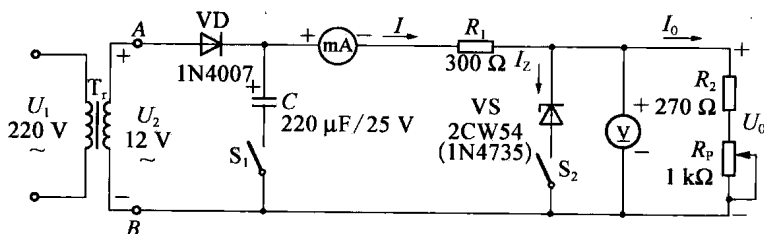
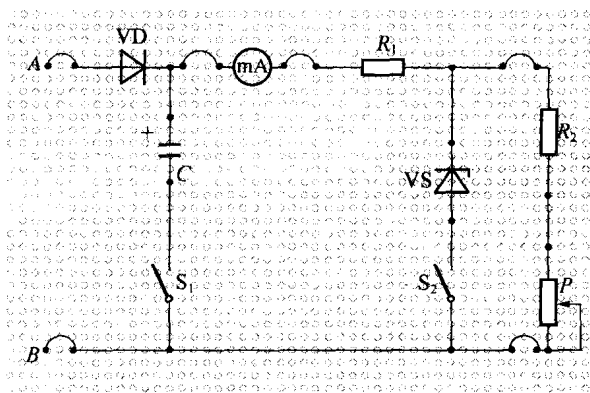
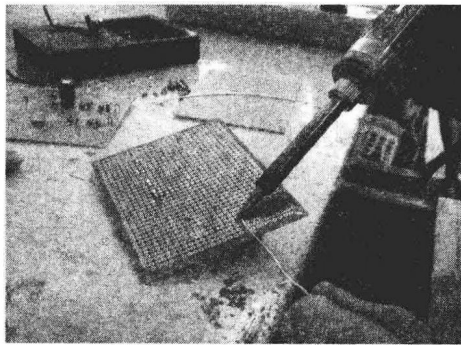

图 1-1-1 整流、滤波、稳压电路电原理图
图 1-1-6 装配布线图(元器件面)
图 1-1-10 焊接
本次实训采用最基本的图 1-1-1 所示电路来实现整流、滤波、稳压功能,并测试其性能。
3. 会连接图 1-1-1 所示电路(用多孔板焊接还是在实验台或实验箱上连接由各校自行决定)。
根据图 1-1-1 所示电路图推荐实训所需的元器件如表 1-1-1 所示(也可根据具体情况
① 根据图 1-1-1 以及提供的元器件实物、实样画出装配布线图 1-1-6.
(2) 若采用焊接,应根据图 1-1-1、图 1-1-6 按焊接五步操作法(准备、加热焊点部位、供焊锡、移开焊锡、移开电烙铁)完成焊点焊接,如图 1-1-10 所示. 详见本书下篇相关资料。